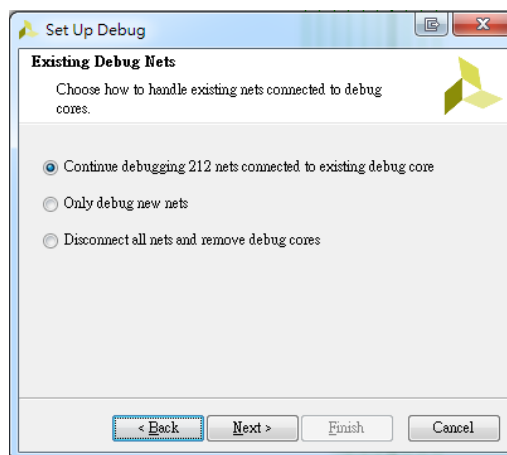

Figure 9
2.8 在 Figure 9 的視窗選擇第一個選項後，點選 Next